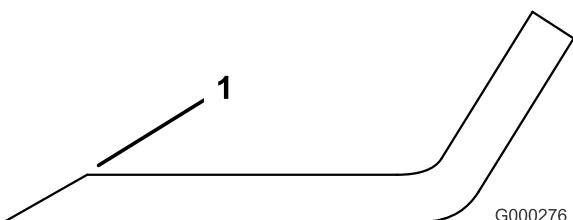

Figura 59
- Utilice una lima para afilar el filo de corte en ambos extremos de la cuchilla (Figura 59). Mantenga el ángulo original. La cuchilla permanece equilibrada si se retira la misma cantidad de material de ambos bordes de corte.